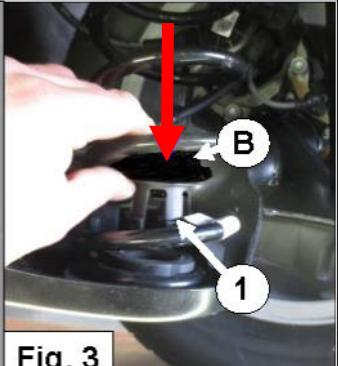

Fig. 3
3. Placez le bouchon en plastique **1** avec la coupelle inférieure **B** dans le bras de suspension. Voir fig. 3. Si la coupelle inférieure **B** ne rentre pas dans le bouchon en plastique **1**, placez la coupelle inférieure sans le bouchon en plastique **1** dans le bras de suspension et fixez le couvercle en plastique avec un collier de serrage. Voir fig. 6.